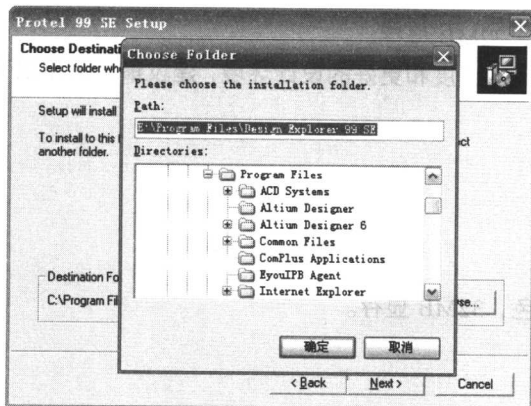

图 1-4 选择安装路径
(4) 单击 **Browse...** 按钮, 弹出如图 1-4 所示的选择安装路径对话框, 选择合适的安装路径后单击【确定】按钮。